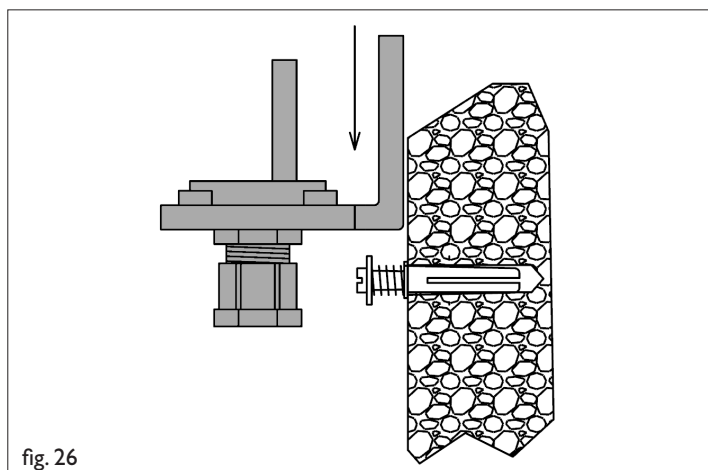

fig. 26
- Agganciare la staffa e chiudere la vite per il fissaggio della stessa (fig. 26)